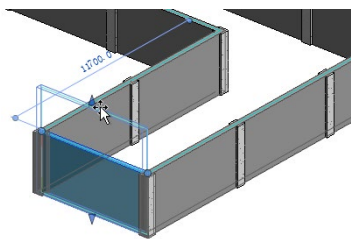

图 9-8 拖曳造型操作柄
(2) 用户也可以直接拖曳墙体上的造型操作柄，调整墙体的高度，如图9-8所示。同时在“属性”选项板中显示顶部偏移值或底部偏移值。